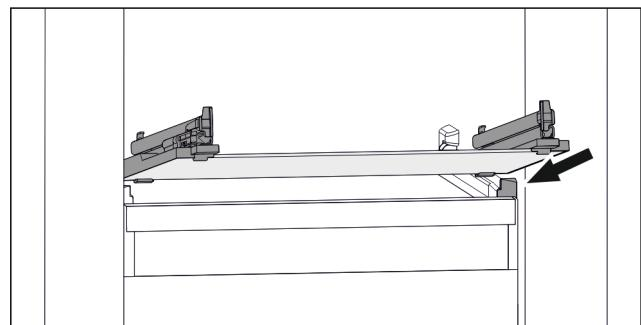

Fig. 89 Simbolična slika steklene plošče
- Stekleno ploščo postavite v poševnem položaju za zaustavljalniki. (glejte Fig. 89)